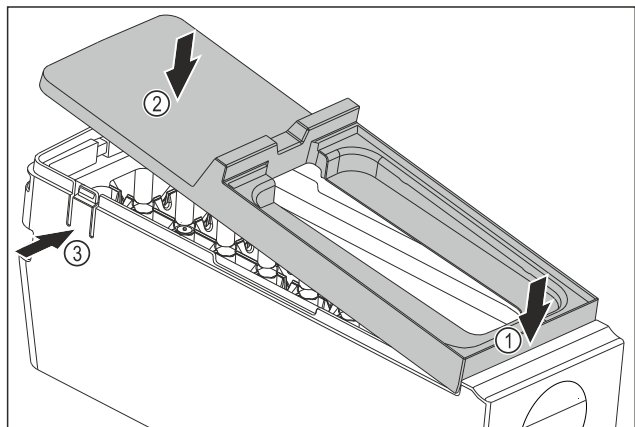

Fig. 81
- ▶ Смонтируйте крышку корпуса EasyTwist-Ice: Установите крышку спереди. Fig. 81 (1)
- ▶ Опустите крышку сзади. Fig. 81 (2)
- ▷ Крышка со щелчком фиксируется в накладках Fig. 81 (3).